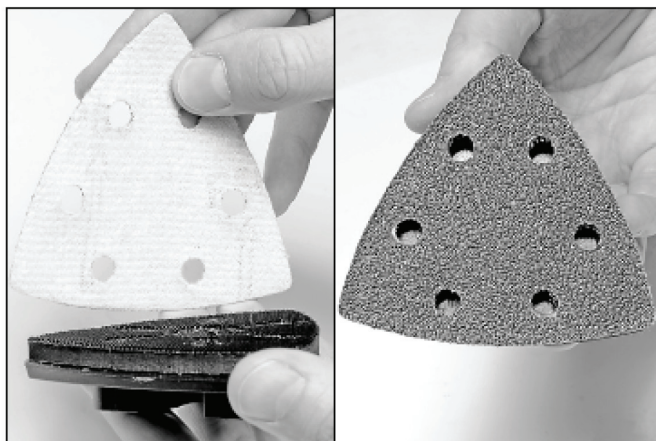

Рис. 7
1. Поместите на основание дельта подошвы шлифлист, совместив отверстия для пылеудаления на шлифлисте и подошве (Рис. 7). Прижмите рукой шлифлист, затем, надавите на плоскую поверхность шлифлиста (это действие обеспечивает хорошее прилипание и предотвращает преждевременный износ шлифлиста).